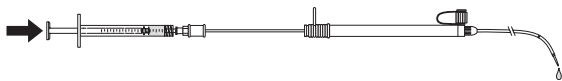

Fig. 3
5. Utiliser la seringue de 1 mL pour rincer la lumière pour guide du système de largage de l'endoprothèse avec du sérum physiologique par l'embase. (Fig. 3)